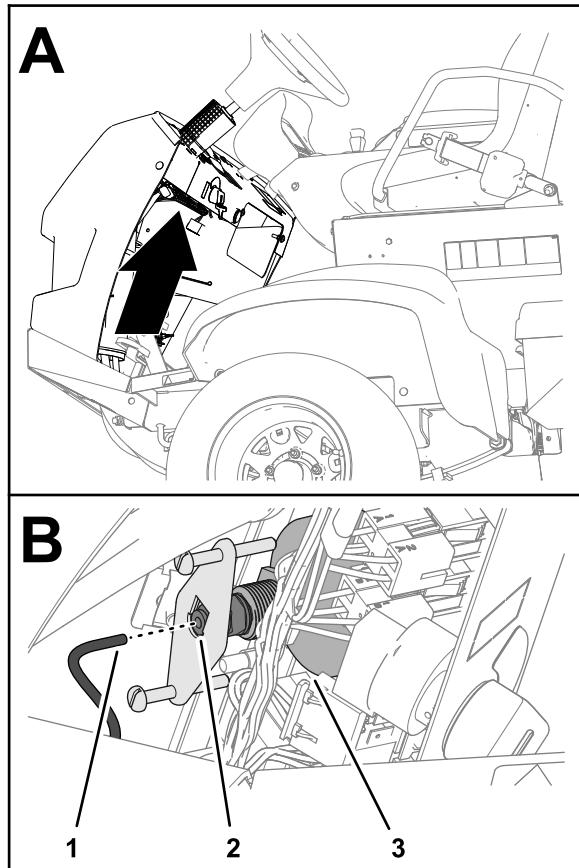

Bild 138
1. Stecken Sie das Manometerrohr in die Rohrkupplung auf der Rückseite des Manometers ein (Bild 138).